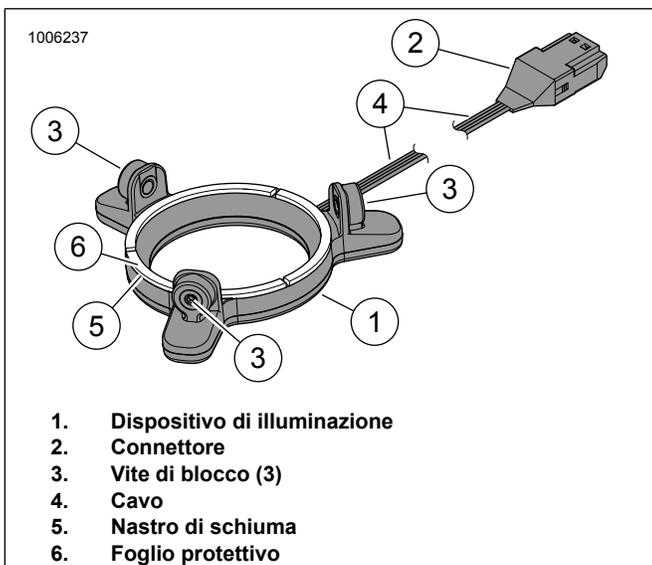

Figura 2. Luce LED, altoparlante rotondo Stage II
3. Vedere la figura 2. Rimuovere il foglio protettivo (6) dal nastro di schiuma (5) sul retro del dispositivo di illuminazione (1).